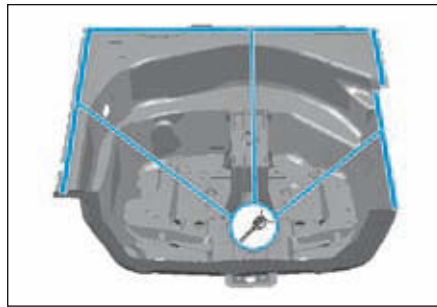

FIG. 148
- Percer des trous de 7 mm (Fig.148).